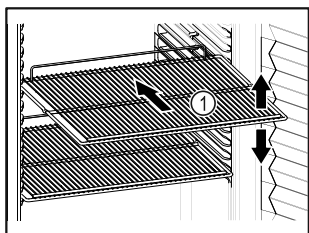

Fig. 50 Voorbeeld
- Indien de legroosters Fig. 50 (1) verplaatsbaar zijn, deze aan de hoogte aanpassen.